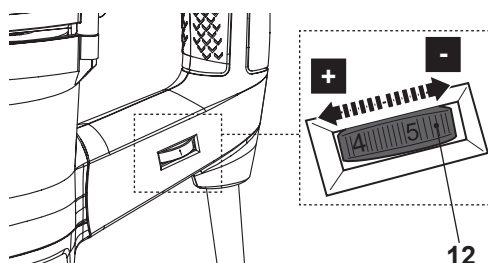

Fig. 4
- > Rode o marcador de velocidade (12) para a esquerda para aumentar a velocidade máxima (Fig. 4).
- > Rode o marcador de velocidade (12) para a direita para reduzir a velocidade máxima (Fig. 4).